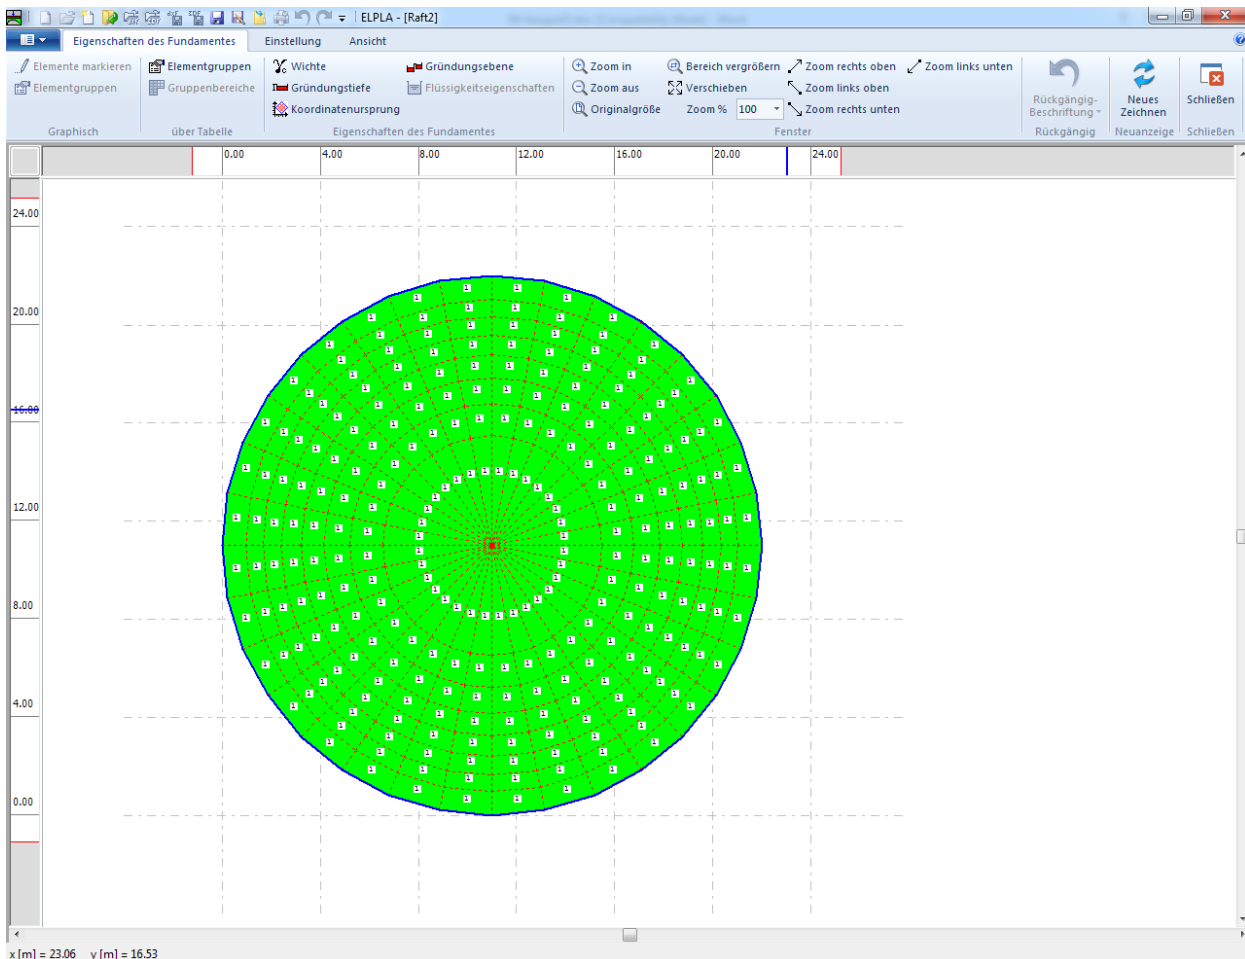
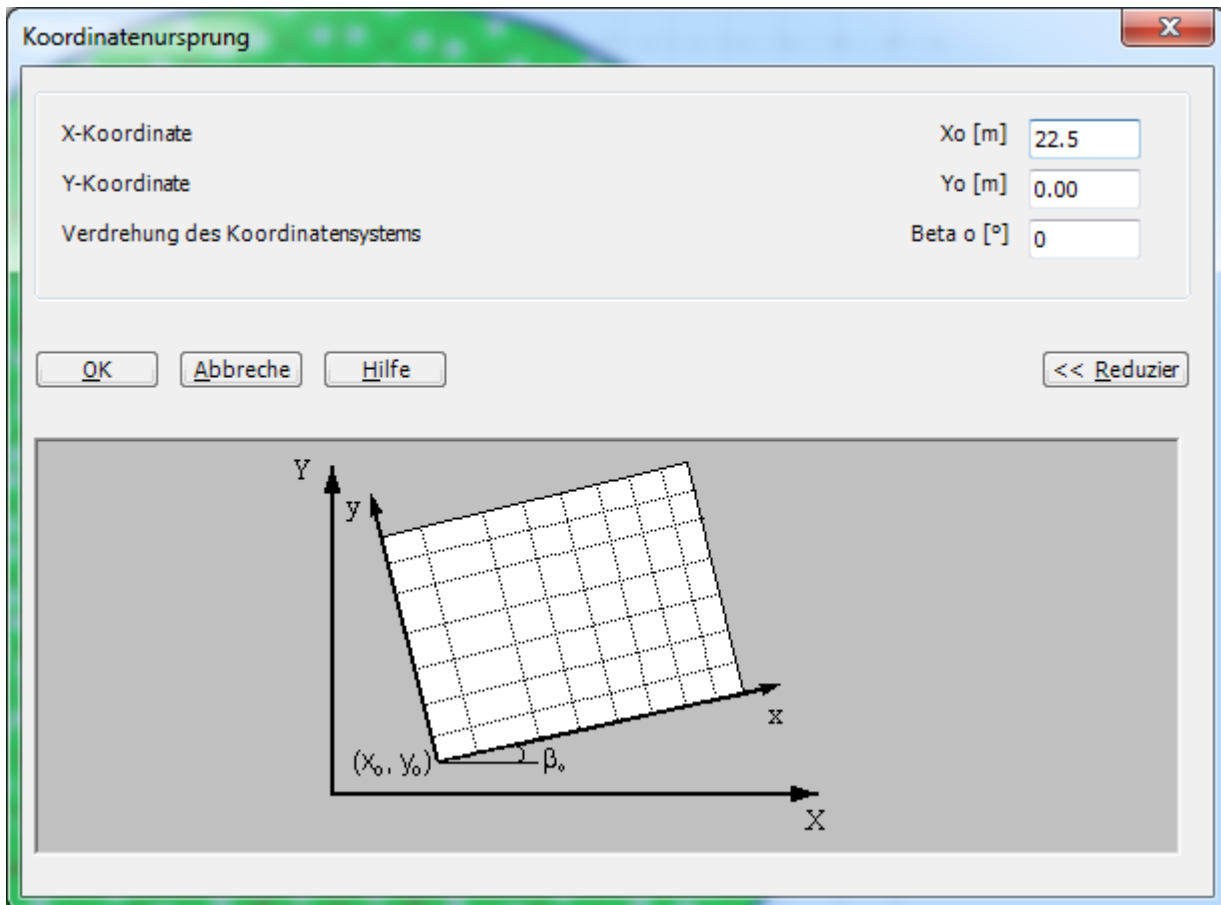

Bild 3.29 "Eigenschaften des Fundamentes" Fenster
Bild 3.30 Dialogfeld "Koordinatensprung"
- Wählen Sie "Eigenschaften des Fundaments" aus der Registerkarte "Daten". Das folgende Fenster im Bild 3.29 erscheint
- Wählen Sie "Koordinatenursprung" aus dem Menü "Eigenschaften des Fundamentes" im Fenster von Bild 3.29. Das folgende Dialogfeld im Bild 3.30 erscheint
- Wählen Sie "Speichern" aus dem "Datei"-Menü im Bild 3.29, um die Eigenschaften des Fundaments zu speichern
- Wählen Sie "Schließen" aus dem "Datei"-Menü im Bild 3.29, um zum Hauptfenster des Programms *ELPLA* zurückzukehren